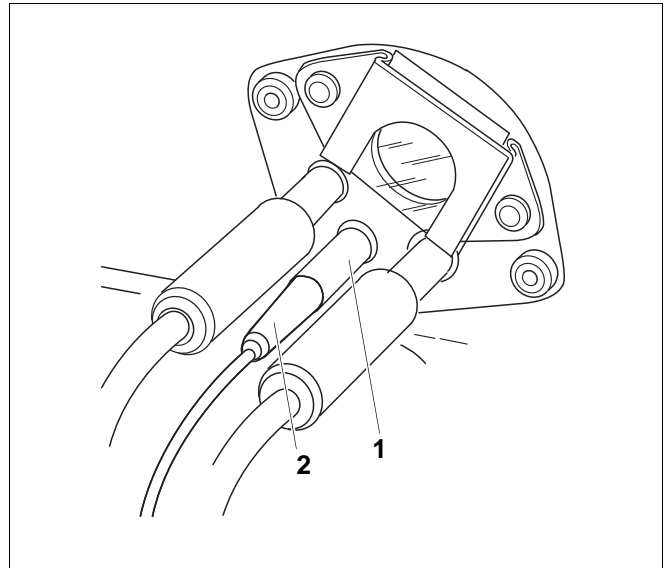

Рис. 30 Отсоединение ионизационного кабеля
- Отсоедините провод (рис. 30, поз. 2) от ионизационного электрода (рис. 30, поз. 1).